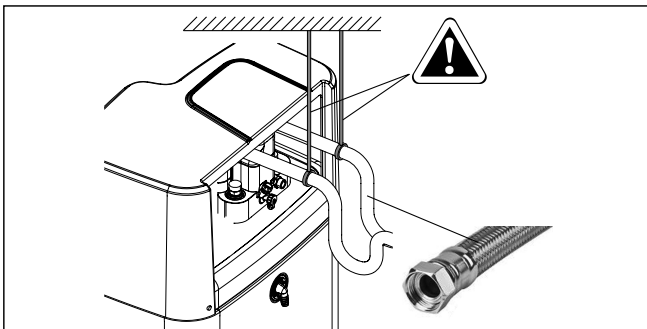

Fig. 3-31 Étayer les conduites hydrauliques orientées vers l'arrière
- Avec des raccords orientés vers l'arrière : étayer les conduites hydrauliques de manière adéquate en fonction de la situation sur site, voir Fig. 3-31.